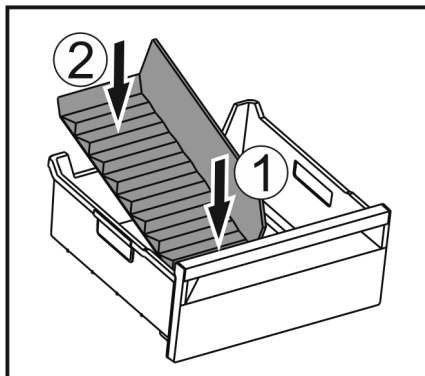

Fig. 174
- ▶ Вставити передню частину перегородки відділення для льоду. Fig. 174 (1)
- ▶ Опустити задню частину перегородки відділення до дна ящика для кубиків льоду. Fig. 174 (2)